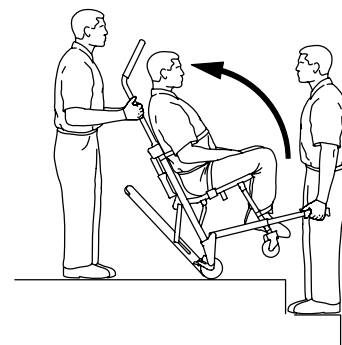

Rysunek 7 – Kabel zwalniający górnego uchwytu sterowania
3. Operator po stronie głowy pacjenta: Jedną ręką pociągnij czerwony kabel zwalniający górnego uchwytu sterowania (B) (Rysunek 7). Drugą ręką podciągnij i całkowicie rozsuń uchwyt. Puść kabel i upewnij się, że uchwyt zablokowano po obu stronach w całkowicie rozsuniętej pozycji.